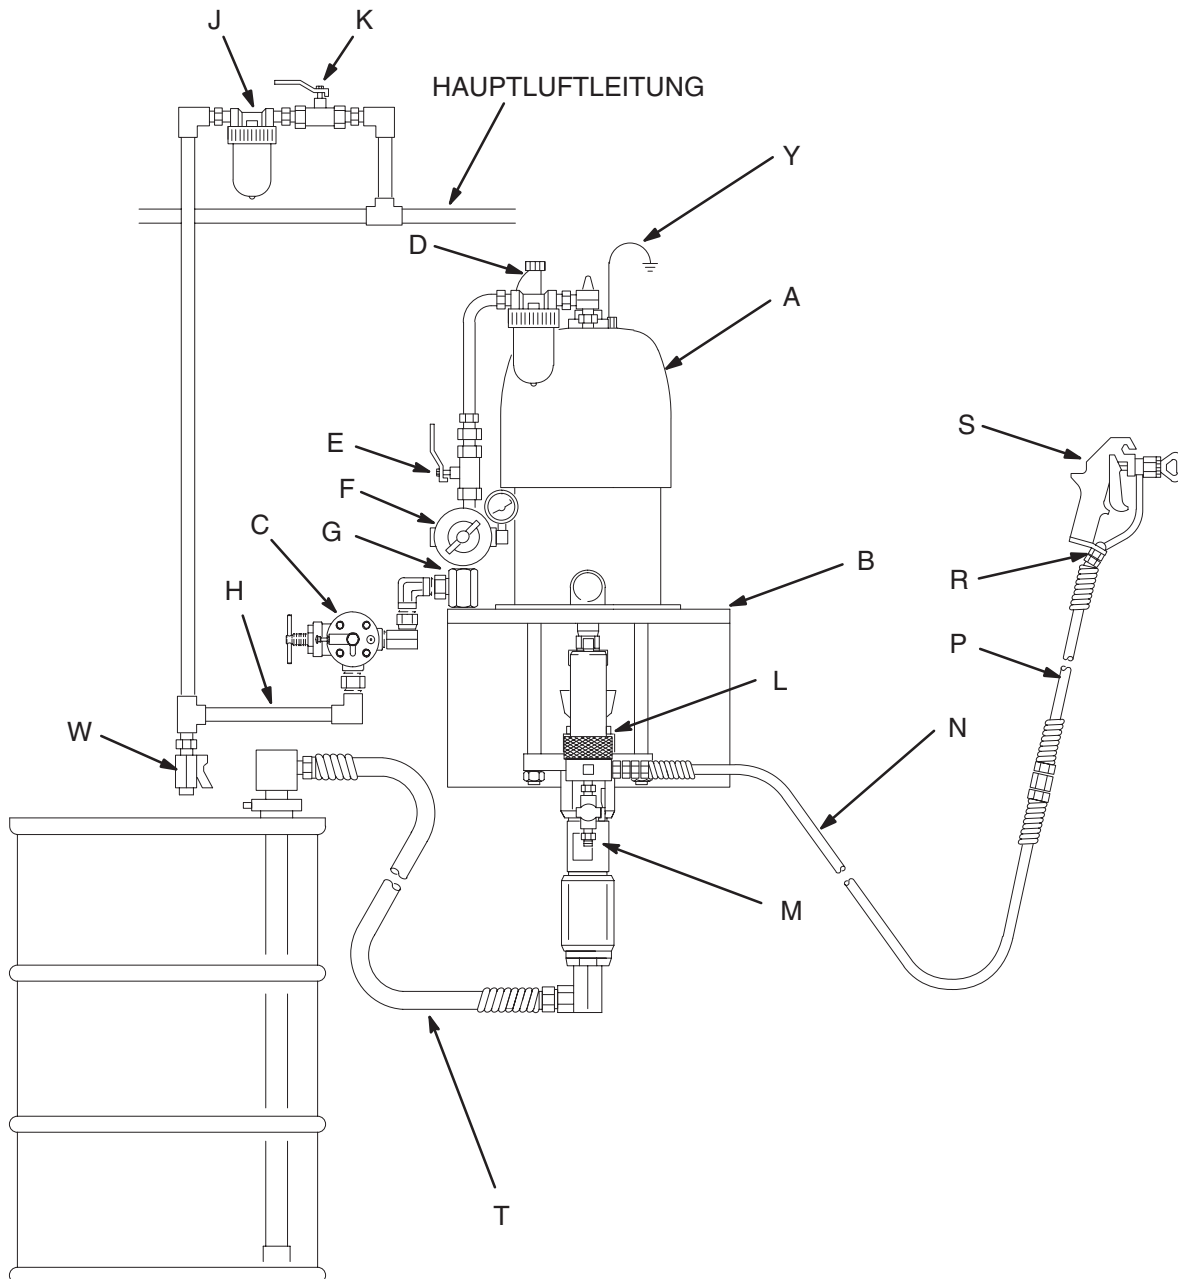

Abb. 3
Abb. 3 stellt nur eine Hilfe für die Auswahl und den Einbau von Systemkomponenten und Zubehörteilen dar. Der Graco-Händler hilft gerne bei der Zusammenstellung eines Systems, das Ihren besonderen Anforderungen entspricht.
Pumpe (A) so befestigen, wie dies der geplanten Installation am besten entspricht. Abb. 3 zeigt ein System für die Wandmontage. Die Abmessungen der Pumpe sowie die Positionen der Montagebohrungen sind auf Seite 33 angegeben.
Die folgenden Zubehörteile an den in Abb. 3 gezeigten Stellen installieren und bei Bedarf Adapter verwenden:
- **Ein Materialfilter (L)** mit einem 250-Mikron-Element (MW 60) aus Edelstahl zum Filtern von Partikeln aus dem Material beim Austritt aus der Pumpe.
- **Ein Ablassventil (M)**, das in diesem System erforderlich ist, hilft beim Ablassen des Materialdrucks in Schlauch und Pistole (siehe **WARNHINWEIS** links).
- **Eine Pistole (S)** verteilt das Material. Die in Abb. 3 gezeigte Pistole ist eine Airless-Spritzpistole für Materialien mit leichter bis mittlerer Viskosität.
- **Ein Pistolen-Drehgelenk (R)** ermöglicht eine freiere Bewegung der Pistole.
- **Ein Ansaugsatz (T)** ermöglicht es der Pumpe, Material aus einem Behälter anzusaugen.
1. Siehe Abb. 3. Ansaugsatz (T) mit dem Materialeinlass der Pumpe verbinden. Rohr in das anzusaugende Material legen.